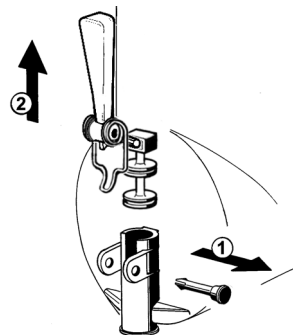

Bild 10
- 5 Den Ablasshahn in der gezeigten Reihenfolge zerlegen (Bild 10).
3 Den Hahn auf dem Behälter wieder zusammensetzen. Dabei die zur Demontage durchgeführten Schritte in umgekehrter Reihenfolge ausführen (Bild 10).